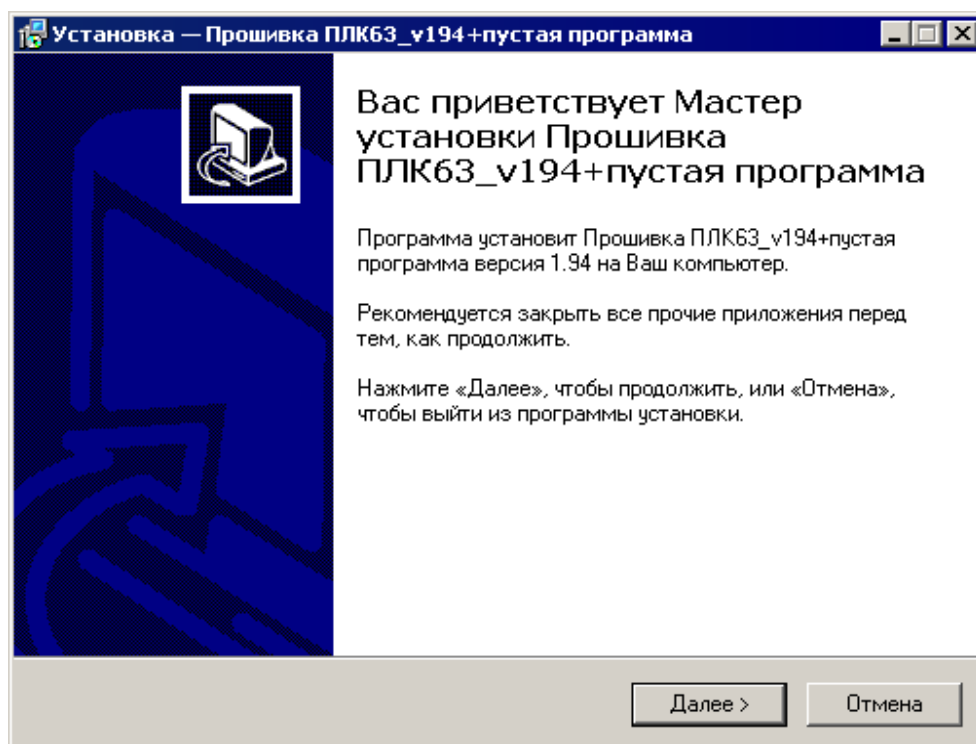

Рисунок 9.2 – Окно мастера установки программы смены прошивки (ПО микроконтроллера)
- 2) Запустить инсталлятор программы смены прошивки (ПО микроконтроллера) – например, щелчком на ярлыке программы (). В открывающихся окнах программы – выполнять действия, описание которых приведено в окне. Например, см. рисунок 9.2.